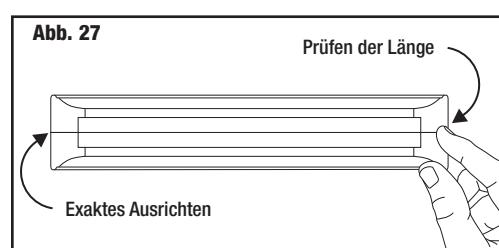

Abb. 27
- Prüfen Sie die Längen der Rahmenschenkel, indem Sie sie auf einer ebenen Oberfläche neben einander legen. Richten Sie die Enden einer Seite aneinander aus und prüfen Sie das andere. (Abb. 27). Wenn die Schenkel nicht exakt gleich lang sind, können sie den **Logan Elite Schleifer F200-2** verwenden, um die Länge zu korrigieren und eine präzise 45° Gehrung zu erstellen.